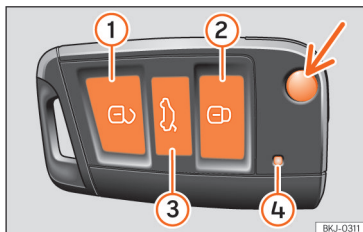

Fig. 45 Chave do veículo.
Para dobrar e desdobrar o palhetão da chave pressione o botão »» Fig. 45 [seta].
Quando se pressiona brevemente um botão na chave do veículo, a luz de controlo pisca ④ »» Fig. 45 [seta] uma vez brevemente, mas se se pressionar durante um tempo prolongado, piscará várias vezes, por exemplo, na abertura de conforto.